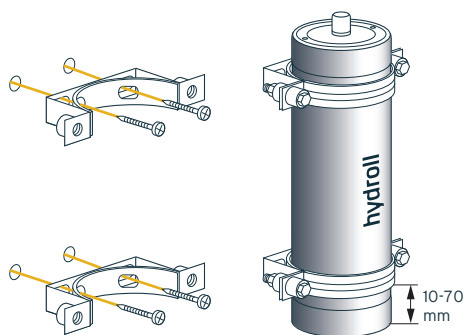

FIGURE 5.3 Positions du collier de serrage recommandées
7. Fixer l'accumulateur avec les colliers de serrage fournis par le fabricant, comme illustré à la figure 5.3.